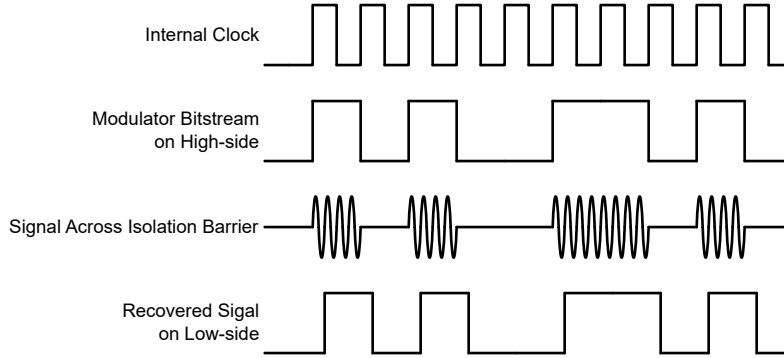

图 7-1. 基于 OOK 的调制方案
如图 7-1 中所示，AMC0380R 使用开关键控 (OOK) 调制方案跨过基于 SiO_2 的隔离栅传输调制器输出位流。发送驱动器 (TX) 如 功能方框图 中所示。TX 跨过隔离栅发送一个内部生成的高频载波来表示数字一。而 TX 不发送信号则表示数字零。AMC0380R 内使用的载波标称频率为 480MHz。